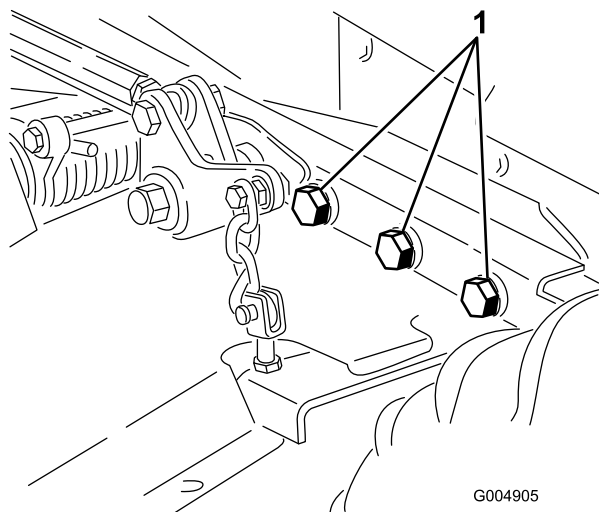

Рисунок 66
4. Проверьте все крепежные элементы на отсутствие ослабления затяжки и по мере необходимости подтяните их. Особое внимание уделите затяжке 6 болтов крепления рамы деки газонокосилки к тяговому блоку (Рисунок 66) с моментом 359 Н·м.